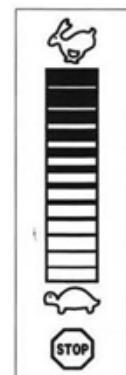

Figure 3
3. Installez l'arbre flexible : Fixez l'arbre flexible au côté rotateur de la cloison, puis tournez fermement pour le fixer (Figure 3).
La commande de gaz est située sur le moteur. Elle régule la vitesse du moteur et éteint le moteur lorsqu'il est complètement appuyé vers le bas. Reportez-vous à la Figure 3.